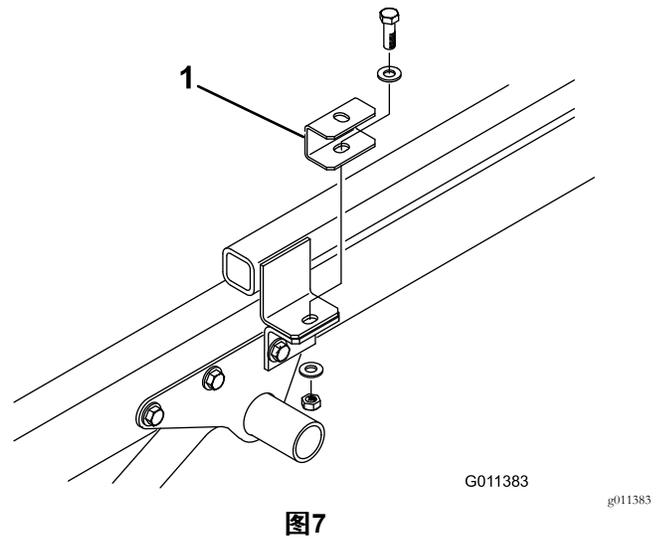

图7
- 用之前卸下的平头螺丝、2个扁平垫圈和锁紧螺母将垫片安装架固定到各个挂钩架凸耳的顶部图7。
- 将铺沙机放在工作车机架上后将安装支架中的孔与机架各侧中的孔对准图7。